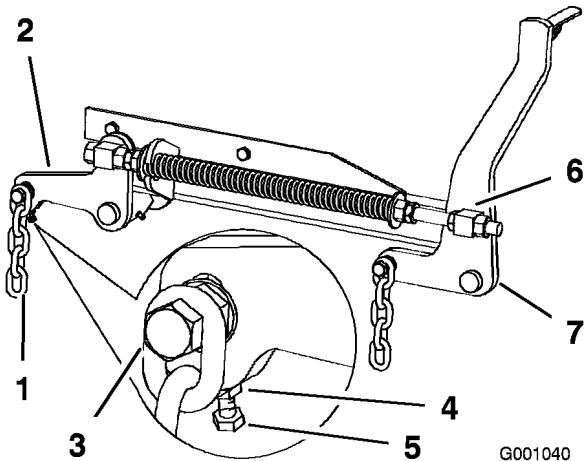

Figure 65
7. Si la distance mesurée au point B ou C n'est pas correcte, desserrez le boulon de fixation de la chaîne arrière au bras de support arrière (Figure 65).
8. Desserrez l'écrou de blocage sous le bras de support arrière et agissez sur le boulon de réglage de manière à obtenir une distance de 79 à 83 mm (Figure 65).
7. Desserrez d'environ 13 mm les écrous de blocage à l'avant des pivots avant gauche et droit (Figure 65).
8. Réglez les écrous de relevage sur les côtés gauche et droit de la machine de manière à abaisser l'avant de 6 à 10 mm au point A par rapport au point **B** à l'arrière (Figure 65).